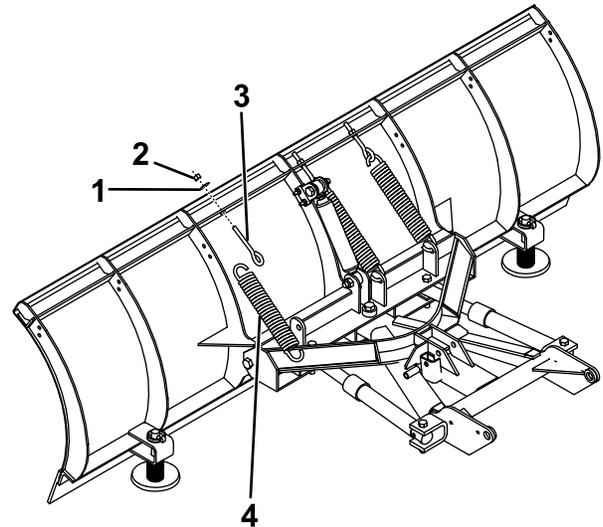

Bild 7
- Haken Sie die Auslösefedern an den Löchern im Schubrahmen ein (**Bild 7**).
- Haken Sie die anderen Enden der Auslösefedern an den Augbolzen ein (**Bild 7**).
- Stecken Sie das Gewindeende der Augbolzen durch die Löcher des Schneeschilds und befestigen Sie diese mit Unterlegscheiben und Sicherungsmuttern (**Bild 7**).